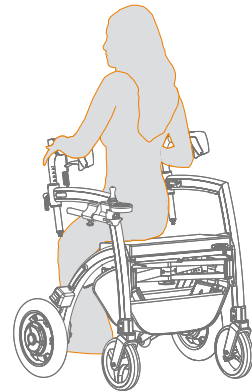

Figura 30: Seduta sul sedile del rollator.
- b. Siediti sul sedile del rollator dal retro (**Figura 30**). Assicurarsi sempre che il deambulatore Rollz Motion Electric sia in posizione di parcheggio..